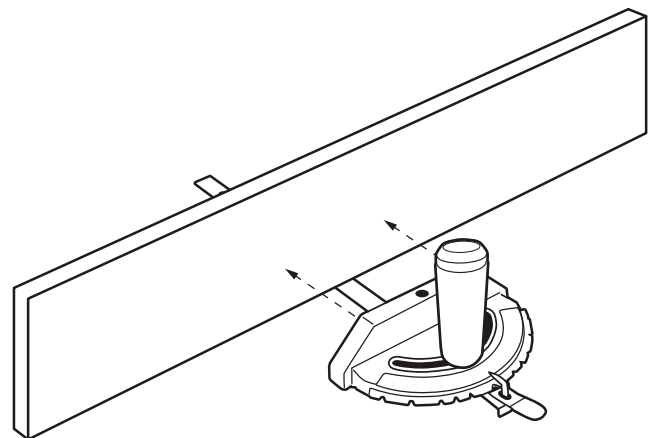

FIGURE 29
Ce parement de bois auxiliaire peut être fixé à l'avant du guide d'onglet en utilisant (2) vis M6 ou de 1/4-20 écrous à tête plate, en plaçant les écrous dans les fentes prévues dans la face du corps du guide d'onglet (Figure 29).